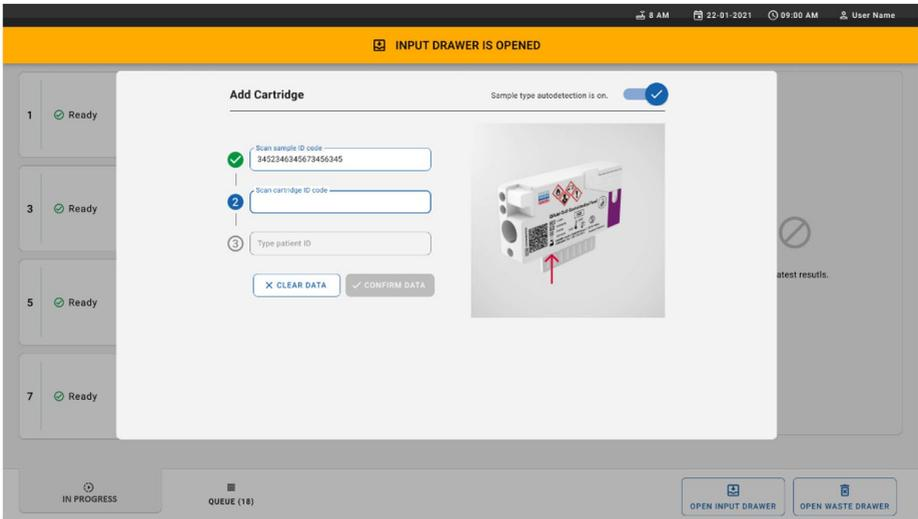

Figura 22. Schermata scansione ID della cartuccia del QIAstat-Dx Gastrointestinal Panel 2.
8. Dopo aver inserito il codice a barre dell'ID campione, scansionare il codice a barre della cartuccia QIAstat-Dx Gastrointestinal Panel 2 da utilizzare (posizione indicata dalla freccia). Il QIAstat-Dx Rise riconoscerà automaticamente l'esame da eseguire, in base al codice a barre della cartuccia del QIAstat-Dx Gastrointestinal Panel 2 (Figura 22).